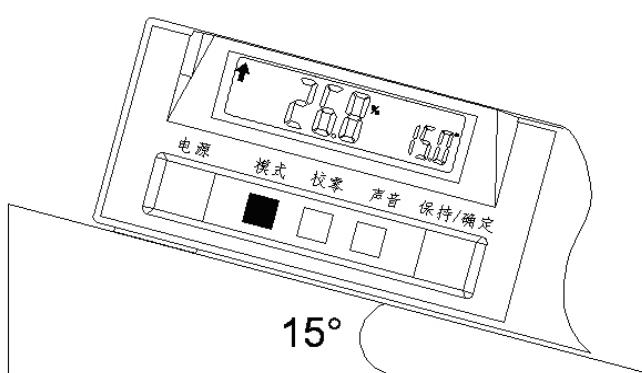

图 G-5
设置方式：通过【模式】按钮设置，见图 G-5 所示；
设置方法：轻压【模式】按钮一次，切换到高长比测量模式，坡度计液晶显示区中间显示“%”，左侧小字体显示测量角度，右侧大字体显示高长比（即测量角度的正切值），见图 G-5；
- 1) 轻压【模式】按钮两次，切换到相对角测量模式，坡度计液晶显示区中间显示“ABS”，见图 G-5；